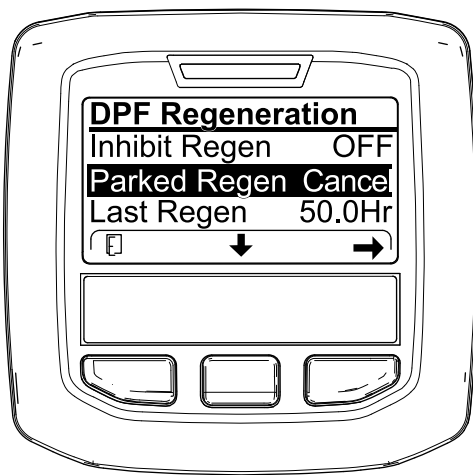
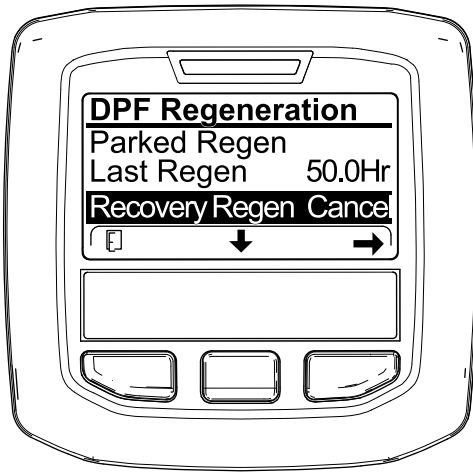

図 67
図 68
2. 中央ボタンを押して下へスクロールし、駐車再生キャンセル PARKED REGEN CANCEL (図 67) またはリカバリ再生キャンセル RECOVERY REGEN CANCEL を選ぶ図 68。
3. 右ボタンを押すと再生キャンセルに Regen Cancelに入る図 67または図 68。